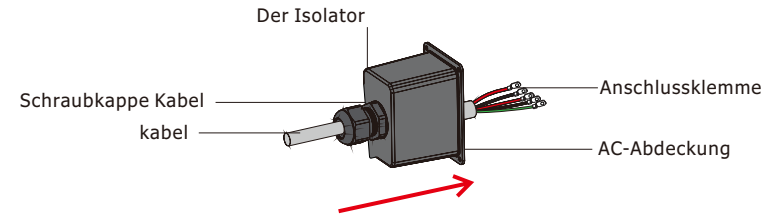

Abbildung 4.3-4 Das AC-Kabel wird durch die Klemmenabdeckung geführt
Schritt 2. Führen Sie das AC-Kabel mit Hilfe der Klemmen in der Zubehörbox durch die Klemmenabdeckung, siehe Abbildung 4.3-4.